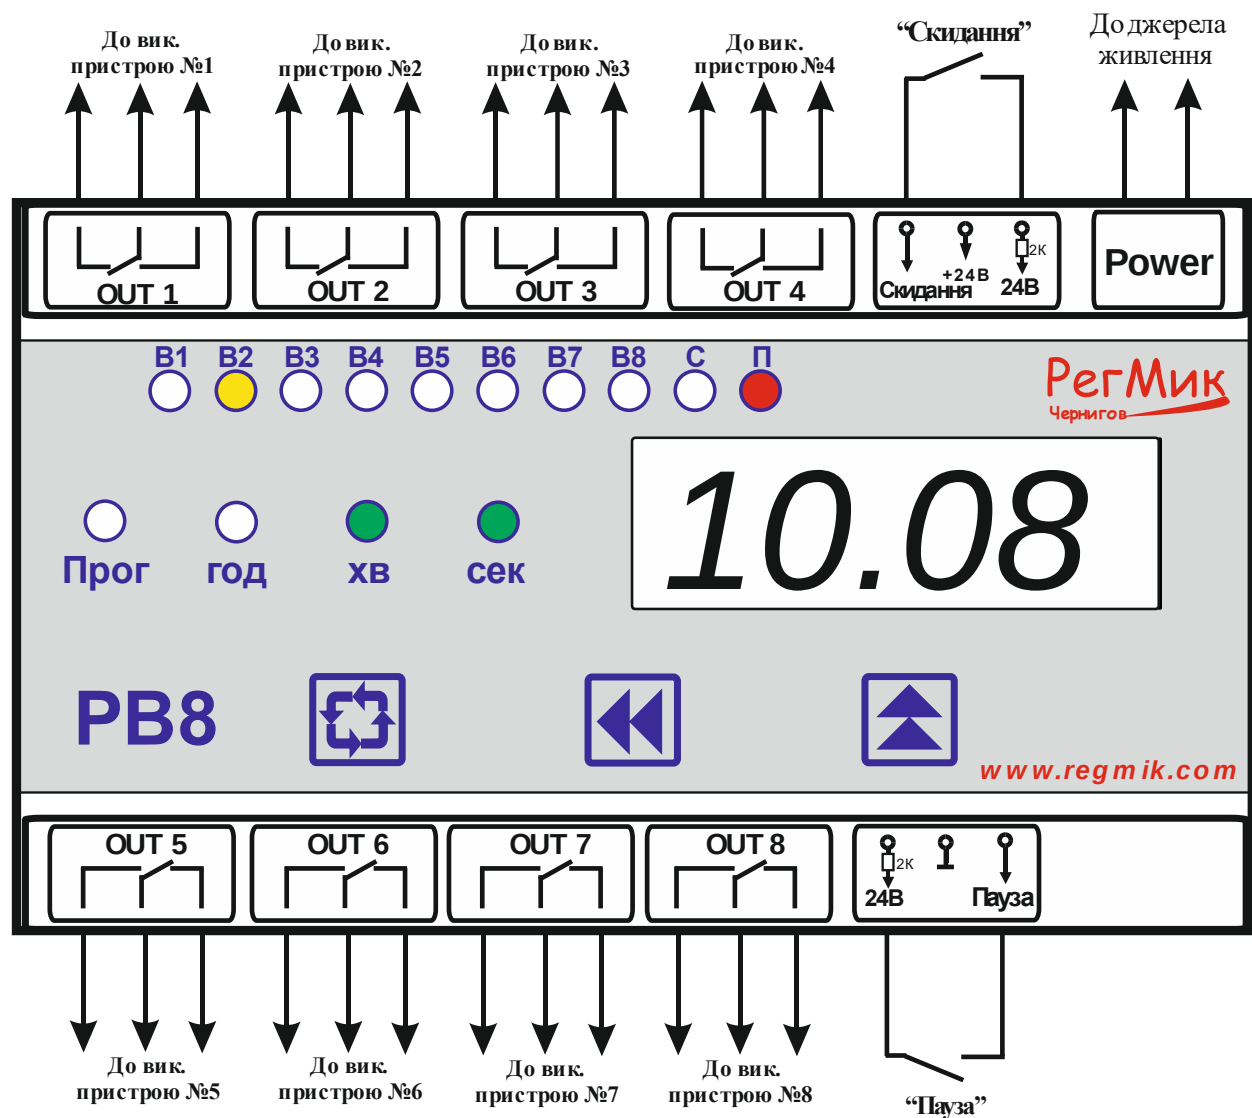

Рисунок 6.1 – Схема підключення джерела живлення і зовнішніх пристроїв
6.3 Проведіть підключення приладу з урахуванням розташування контактів на нижньому боці приладу (див. рисунок 6.1).